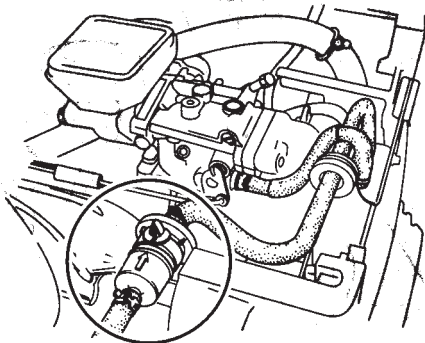

Abbildung 14. Honda-Kraftstofffilter
1. Den Kraftstofffilter (Abbildung 14) alle 200 Stunden wechseln.